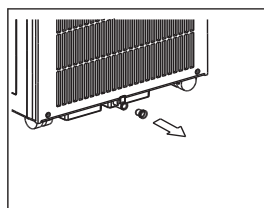

Рис. 14
- Осторожно высвободите сливной шланг из резинового хомута. Проложите шланг с уклоном, обеспечивающим слив жидкости самотеком. Извлеките резиновую заглушку из сливного отверстия поддона для сбора конденсата (см. рис. 14).
Подождите, пока вся вода вытечет из поддона (см. рис. 14).